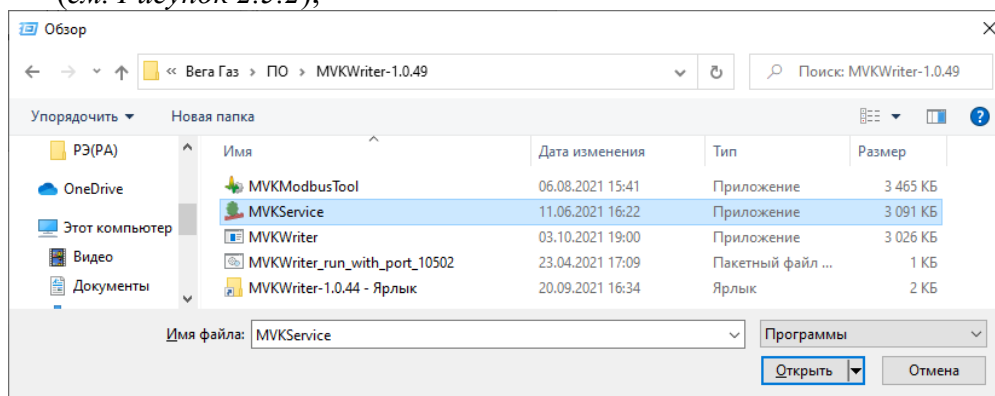

Рисунок 2.5.2
- указать расположение файла *MVKService.exe* и нажать кнопку «Открыть» (см. Рисунок 2.5.2);